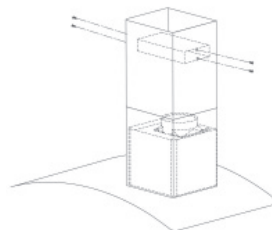

Abbildung 16
– Befestigen Sie den T-Sharp am inneren Teil der Rohrabdeckung (siehe *Abbildung 16*).